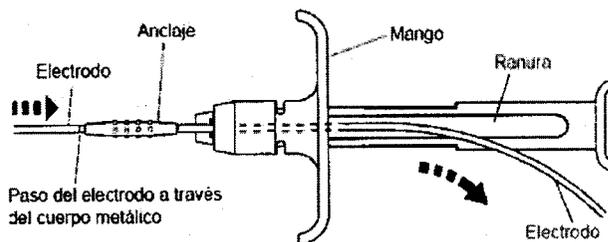

Figura 2. Paso del electrodo a través del cuerpo metálico.
6. Pase el extremo con conector del electrodo por el interior del cuerpo metálico del dispensador del anclaje hasta que salga el electrodo más allá del mango a través de la ranura (Figura 2).